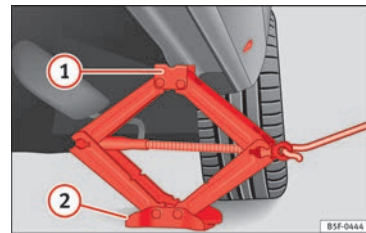

Fig. 73 Bas de caisse : placement du cric du véhicule.
- Tournez la manivelle du cric*, placé sous le point d'appui du bas de caisse, pour le lever jusqu'à ce que l'ergot **①** » **fig. 73** se trouve sous le logement en plastique prévu à cet effet.
- Alignez le cric* de sorte que l'ergot **①** « s'encastre » dans le logement en plastique prévu à cet effet sur le bas de caisse et que la plaque de base mobile **②** repose sur le sol. La plaque de base **②** doit tomber à la verticale par rapport au point d'appui **①**.